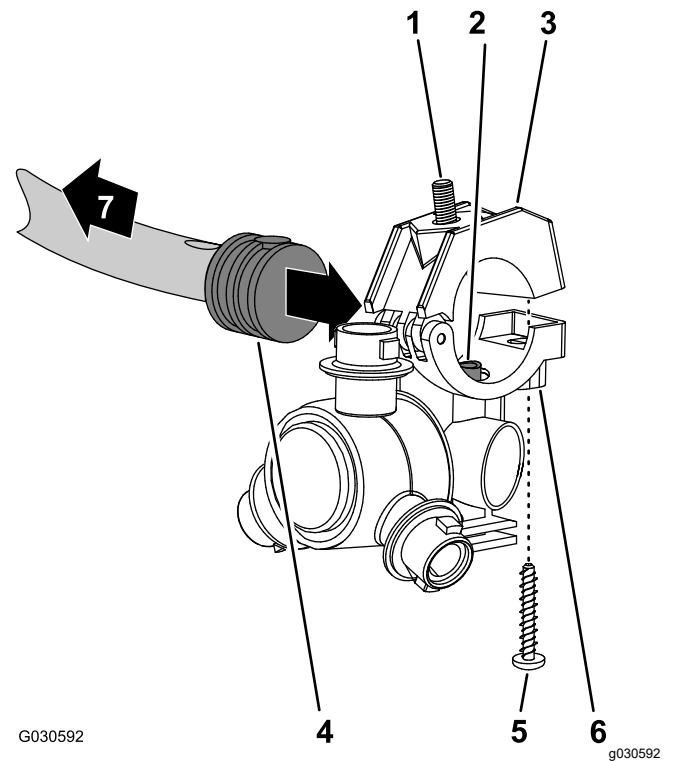

Figure 77
1. Avec la buse de pulvérisation déposée à l'opération 12 Dépose des flexibles des buses de pulvérisation du système à 3 sections (page 33), alignez le tube de transfert dans le demi-collier inférieur d'une buse de pulvérisation (Figure 77) sur le trou dans le côté de la douille cannelée simple (1/2 po).
2. Fermez le demi-collier supérieur autour de la douille cannelée, puis fixez le demi-collier et le corps de la buse de pulvérisation (Figure 77) avec la vis en acier inoxydable (n° 12 x 1 1/4 po); serrez la vis à un couple de 2,26 à 2,82 N·m (20 à 25 po-lb).